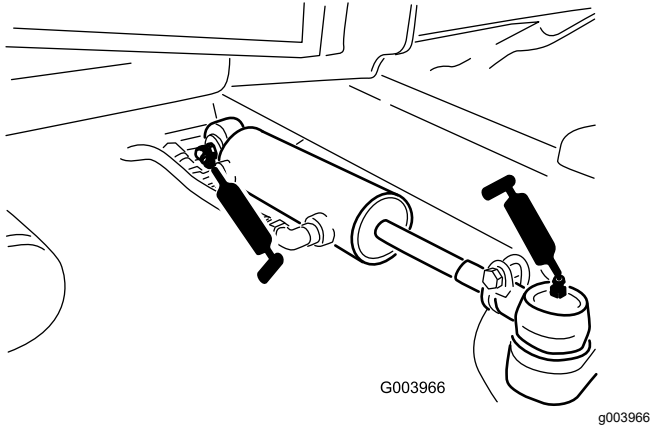

Figura 75
- Articulaciones esféricas del cilindro de dirección (2) (Figura 75)